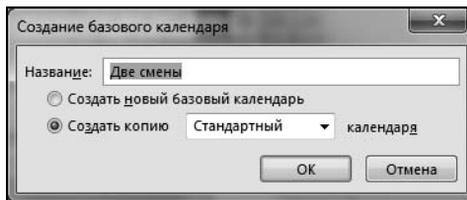

Рис. 8.26. Окно создания нового календаря
3. Для создания нового рабочего календаря в открывшемся окне (см. рис. 8.13) нажать кнопку **Новый календарь**. При этом откроется окно запроса имени нового календаря, показанное на рис. 8.26.
4. При необходимости изменения режима рабочего времени для всей оставшейся части проекта выбрать переключатель **Создать новый базовый календарь** — он по умолчанию будет распространен на все задачи проекта. Если новый календарь предполагается применять только на части задач проекта, его следует создать путем копирования одного из существующих календарей. Для этого нужно выбрать переключатель **Создать копию ... календаря**. В расположенном в нижней части показанного на рис. 8.26 окна в раскрывающемся списке можно выбрать имя календаря-прототипа. В случае выбора второго переключателя автоматически будет создана копия указанного в этом списке базового календаря. Сейчас нам нужно выбрать именно первый переключатель для создания нового базового календаря.